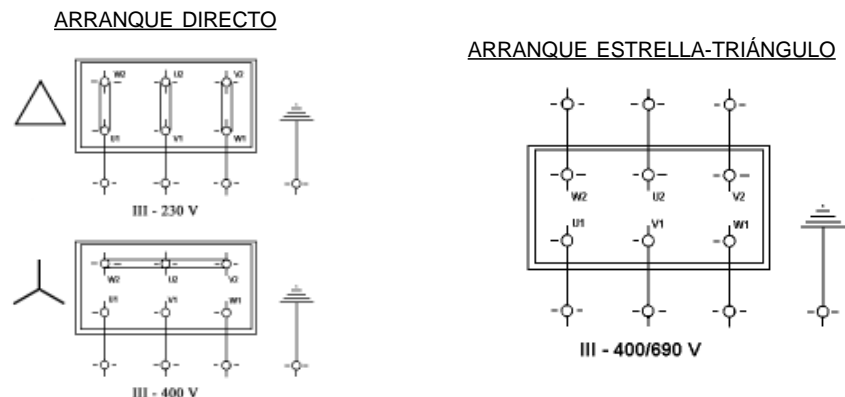

Figura 3 : Conexiones eléctricas
La protección del sistema se realizará con un interruptor diferencial (I_n = 30 mA.). Si tiene que funcionar al aire libre, el cable de alimentación debe corresponder a la norma CEE(2) o bien al tipo H07 RN-F según VDE 0250. En los esquemas de la figura 3 se facilitan una correcta conexión eléctrica.